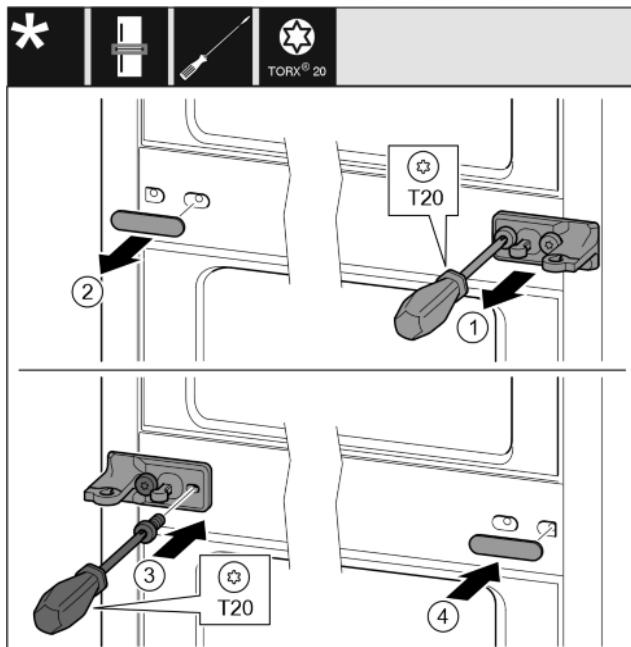

Fig. 26
- ▶ Stiahnite podložku. Fig. 26 (1)
- ▶ Skrutkovačom T20 vyskrutkujte skrutky. Fig. 26 (2)
- ▶ Opatrne stiahnite kryt. Fig. 26 (3)
- ▶ Ložiskovú konzolu s fóliou priskrutkujte otočenú o 180° na druhú stranu. Fig. 26 (4)
- ▶ Kryt pripivnite otočený o 180° na druhú stranu. Fig. 26 (5)
- ▶ Podložku nasuňte spredu. Fig. 26 (6)